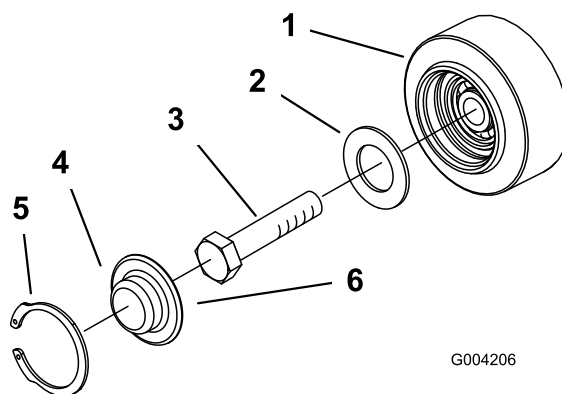

Figura 50
3. Retire la anilla a presión y el tapón de una de las ruedas de rodaje (Figura 50).
4. Compruebe la grasa que hay debajo del tapón y alrededor de la junta (Figura 50). Si está sucia, tiene arenilla o queda poca grasa, elimine toda la grasa, cambie la junta, y añada grasa nueva.